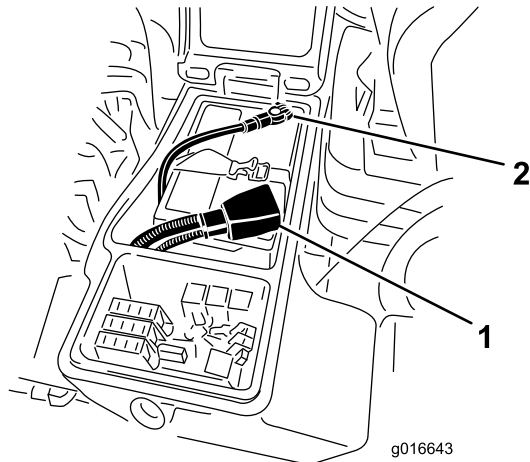

Bild 86
6. Klemmen Sie das Pluskabel (Rot) am Pluspol (+) der Batterie und das Minuskabel (Schwarz) am Minuspol (-) der Batterie an (Bild 86).